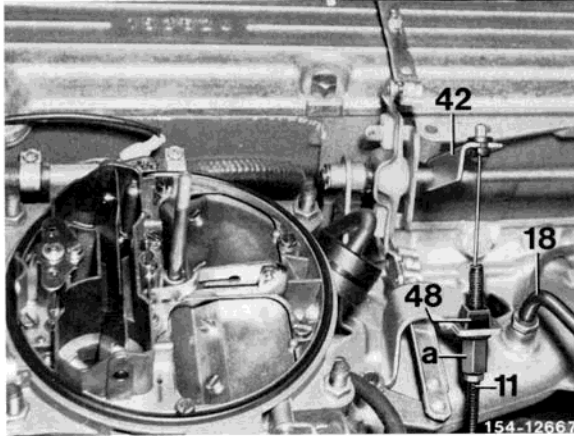

Bild 3
10 Regulierwelle gegen die neue Regulierwelle (42) auswechseln (Bild 3).
12 Seilzug (11) mit der Klammer (48) sichern (Bild 3).
13 Bei Fahrzeugen ohne Zentralverriegelung und Klimaanlage, Gummistopfen an der Hohlschraube entfernen und dafür ein 90 mm langes Verbindungsstück (18) montieren (Bild 3).